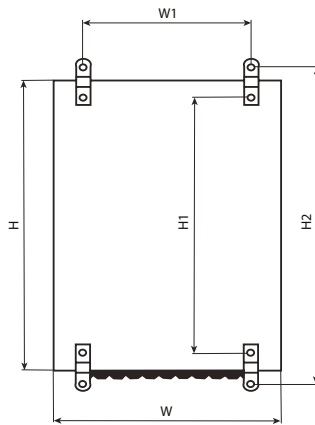

Рис. 1 - Вид корпуса сзади
2.2. Переменные технические данные, габаритные и присоединительные размеры (табл. 2; рис.1).